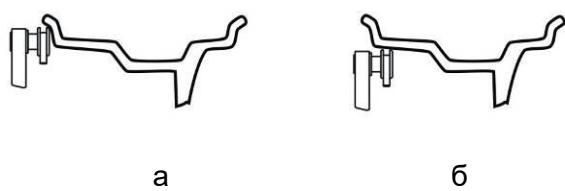

Рисунок 5.2 – Подвод линейки при первом измерении
*Выполнить первое измерение. Для этого подвесить первую линейку к месту установки левого груза, рисунок 5.2. На экране появится изображение, показанное на рисунке 5.3. Дождаться звукового сигнала.*